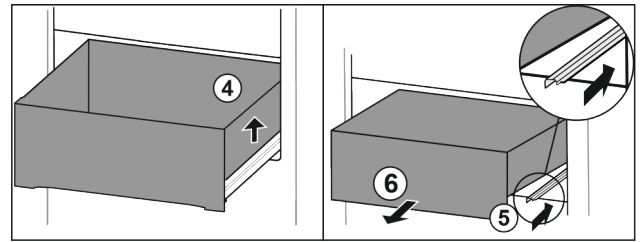

Fig. 69
- ▶ Schubfach rechts anheben. Fig. 69 (4)
- ▶ Rechte Schiene einschieben. Fig. 69 (5)
- ▶ Schubfach nach vorne entnehmen. Fig. 69 (6)